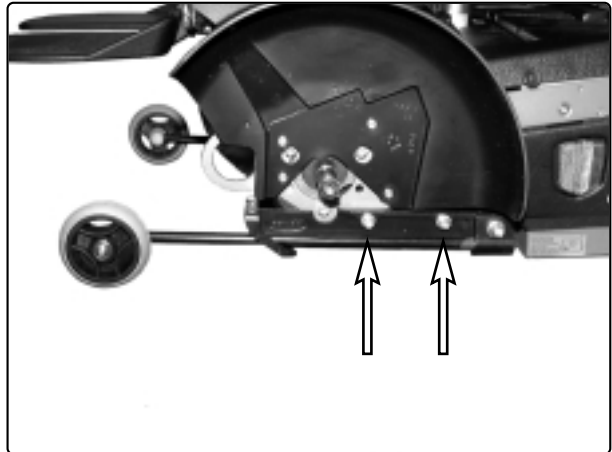

Abb. 13. Stützrad ausbauen
3. Schrauben Sie die beiden Schrauben ab, siehe Abb. 13.